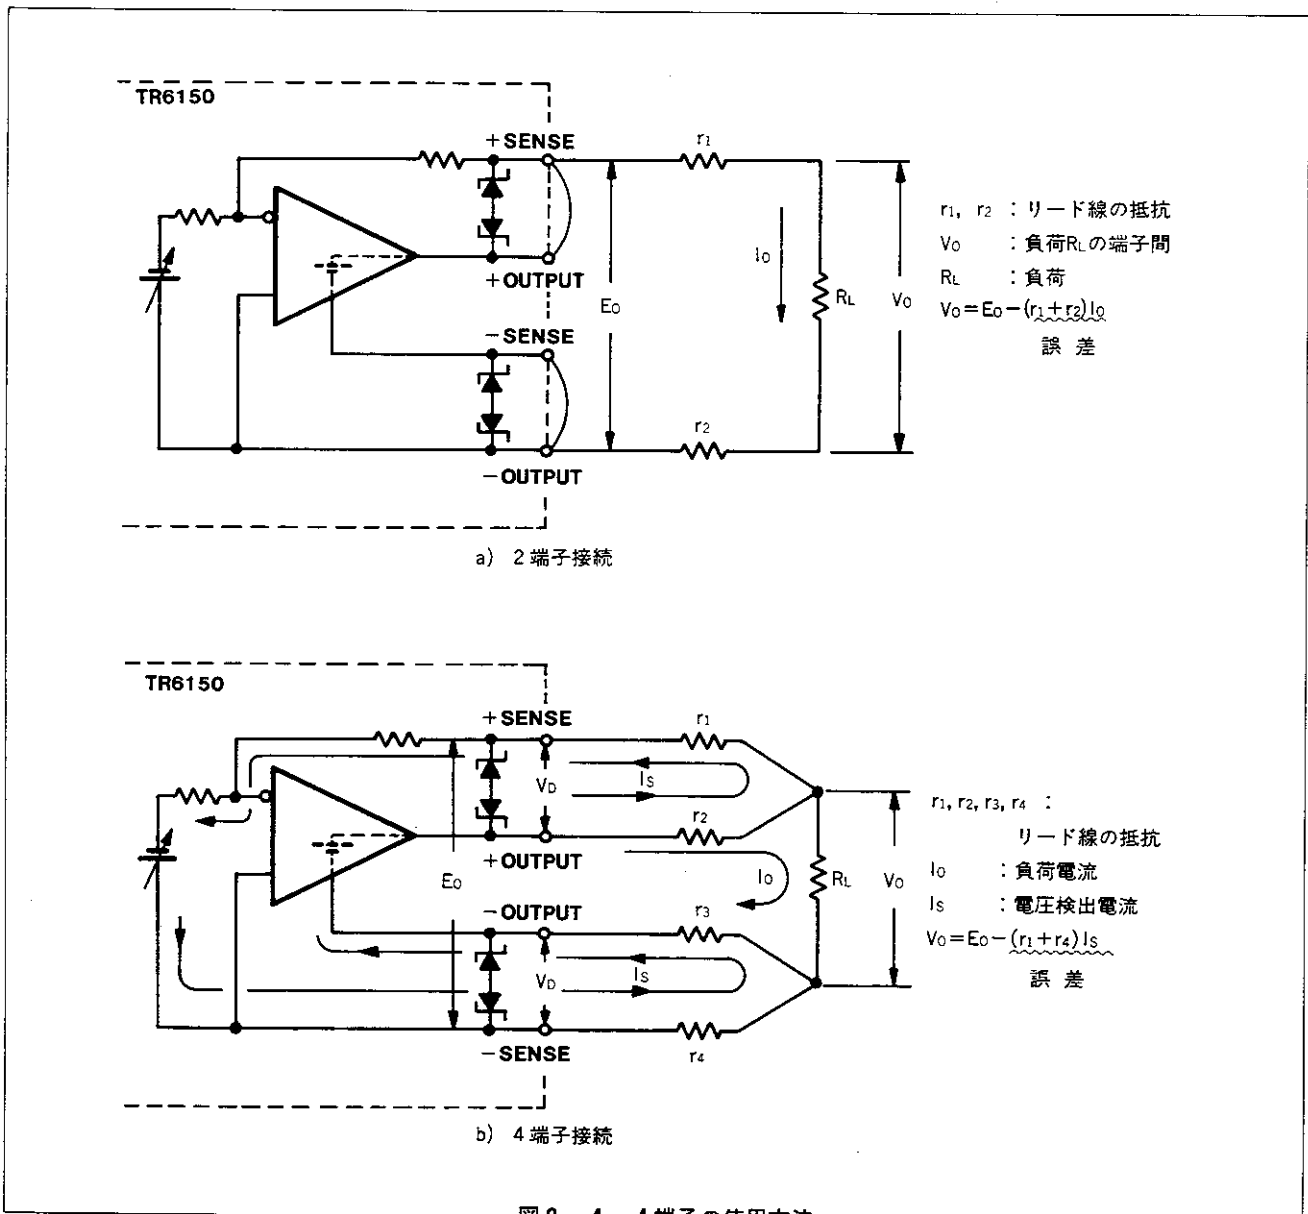

図2-4 4端子の使用方法
本器の出力端子は、+出力端子(赤端子)と-出力端子(黒端子)とがあり、それぞれ**OUTPUT**端子と**SENSE**端子とを持つ4端子構成となっています。通常**OUTPUT**端子と**SENSE**端子とは、それぞれ同極性端子をショート・バーで接続して使用します。電圧レンジ(1V, 10V および 100V)において、**TR6150**の出力端子と負荷との距離が離れていて、しかも負荷電流が大きい場合は、端子間のショート・バーを外し4端子で使用します。2端子で使用する場合と、4端子で使用する場合の等価回路を、[図2-4]に示します。
- 〔図2-4〕における $V_0 = E_0 - (r_1 + r_4) I_s$ を満足するのは、 V_D が1Vまでです。